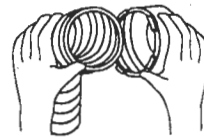

Fig. 1
- Introduire le tuyau souple dans l'extrémité filetée de l'adaptateur (Fig. 1)
- Steek de flexibele buis in het mot schroefdraad voorzien uiteinde van het tussenstuk (Fig. 1)
- Introducir el tubo flexible en el extremo roscado del adaptador (Fig. 1)
- *Den Schlauch in das Endstück mit Gewinde des Adapters einführen (Siehe Abb. 1)*
- Insert the flexible hose into the threaded end of the adaptor. (Figure 1)
- *Inserire il tubo flessibile all'estremità filettata dell'adattatore (Fig. 1)*